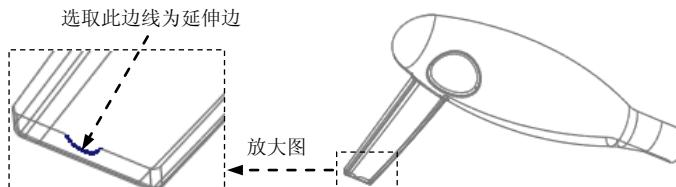

图 8.16 选取延伸边
- (1) 将坯料遮蔽。在模型树中右击 WP.PRT, 从系统弹出的快捷菜单中选择 遮蔽 命令。
- (2) 选取图 8.16 所示的边线。
- (3) 单击 分型面 功能选项卡 编辑 ▾ 区域的 延伸按钮, 此时出现 延伸 操控板。